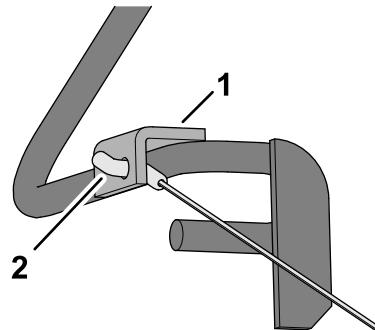

Figure 2
3. Détachez le câble que vous avez retiré du support de la barre de présence de l'utilisateur en inclinant la fixation du câble pour la dégager (Figure 2).
9. Connectez le câble neuf au support de la barre de présence de l'utilisateur, comme montré à la **Figure 2**.